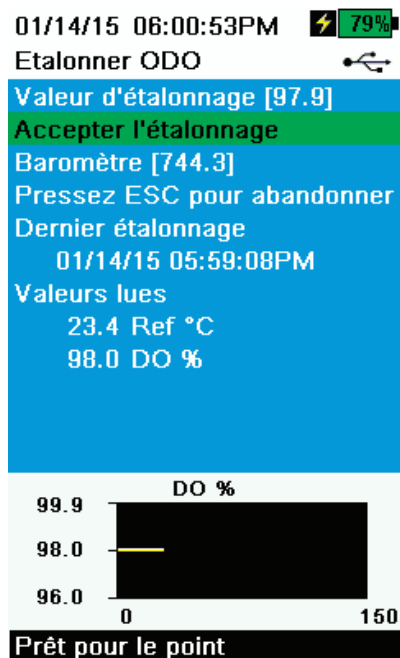

Figure 47 Étalonner le % ODO
6. Observez les lectures de mesure réelles (la ligne blanche du graphique n'indique aucun changement important pendant 40 secondes), puis sélectionnez **Accepter l'étalonnage** (Figure 47). La mention « Étalonnage réussi ! » s'affiche dans la zone de messages.